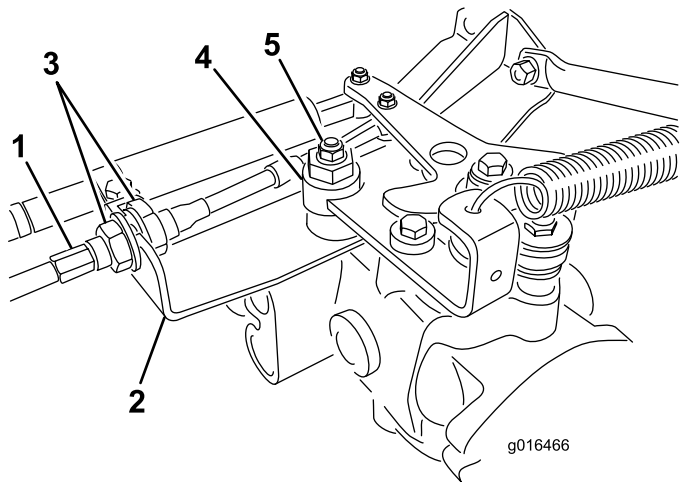

Figura 41
A. Liberte as porcas de bloqueio que fixam o cabo de controlo de tração ao anteparo do hidróstato (Figura 41). Certifique-se de que as porcas de bloqueio se encontram soltas de forma idêntica e o suficiente, de modo a permitir a operação de ajuste.
Nota: Liberte a porca que fixa o disco excêntrico ao cima do hidróstato (Figura 41).
- E. Quando a roda deixar de rodar, aperte a porca, bloqueando deste modo o disco excêntrico e fixando a posição de ajuste (Figura 41).
- G. Aperte uniformemente as porcas que se encontram em cada um dos lados do anteparo, fixando deste modo o cabo de tração ao anteparo (Figura 41). Não rode o cabo.